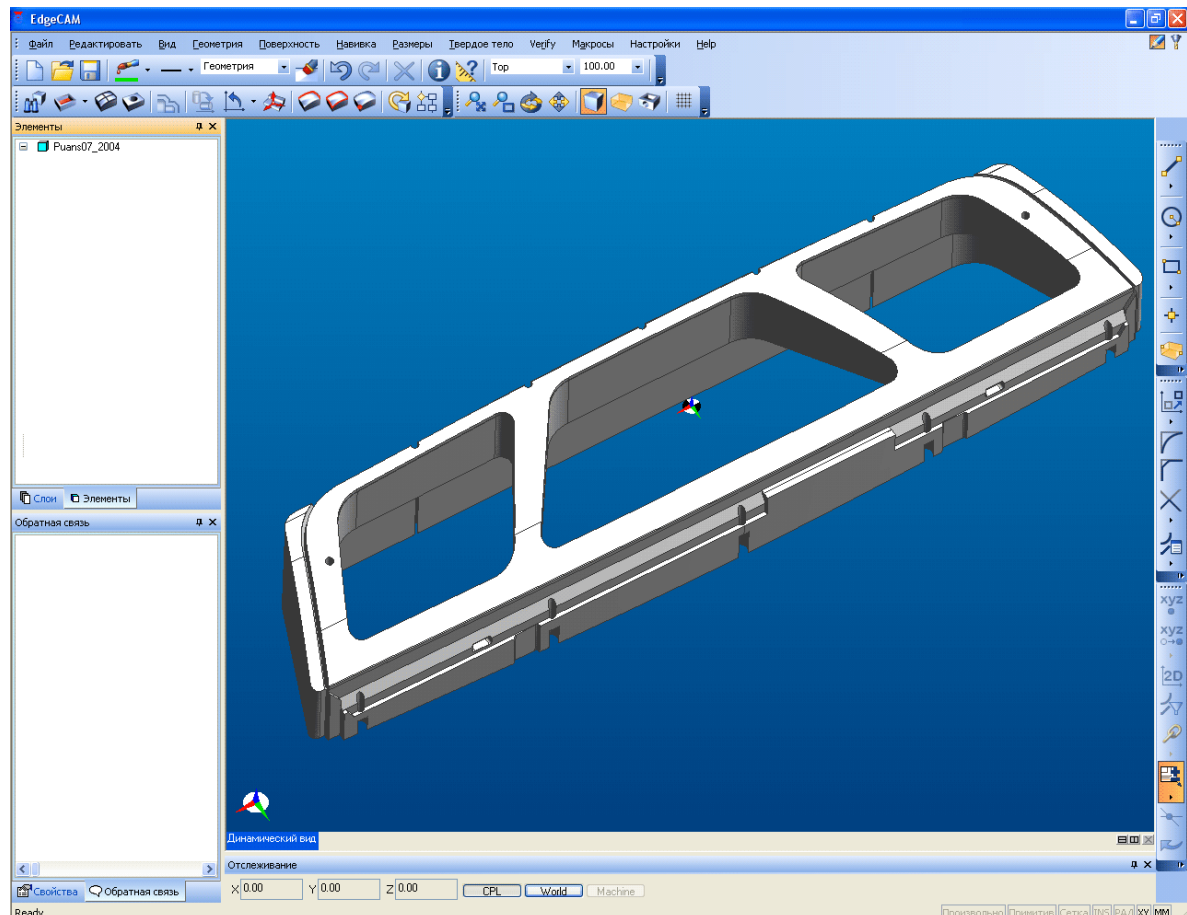

Рис. 1. Edgesam Пример обработки поверхности пуансона
- загружена модель детали (рис. 1)